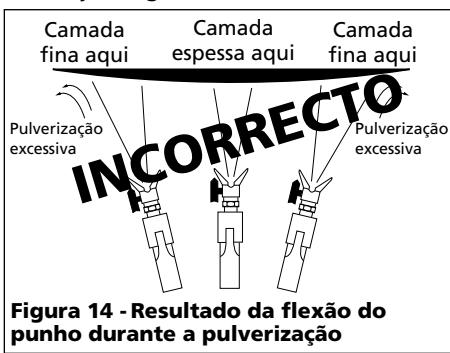

Figura 14 - Resultado da flexão do punho durante a pulverização
- Mova a pistola com movimentos suaves e uniformes.** Mova a pistola em ritmo contínuo e uniforme mantendo-a perpendicular à superfície (veja as Figuras 13 e 14). Não use ou ventile a pistola em leque, pois isso causará pulverização demasiada e cobertura desigual. (Veja a Figura 14).